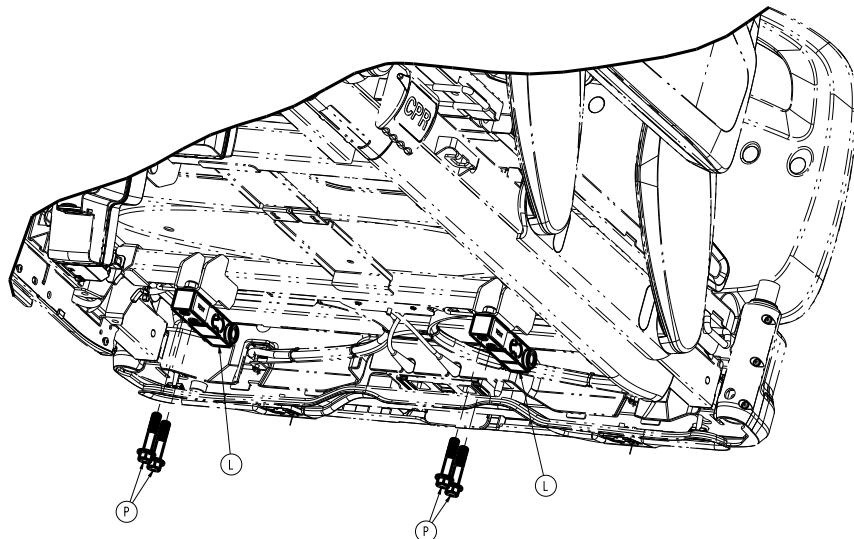

Figure 51 – Remplacement de la cellule de pesage
8. Débrancher la cellule de pesage (L) (Figure 51).
11. Retirer la cellule de pesage. À l'aide d'une clé à cliquet, d'une douille de 9/16 po et d'une clé mixte de 9/16 po, retirer les deux boulons (P) et les deux écrous qui fixent la cellule de pesage (L) au châssis du plan de couchage (Figure 51). Conserver les boulons et les écrous.